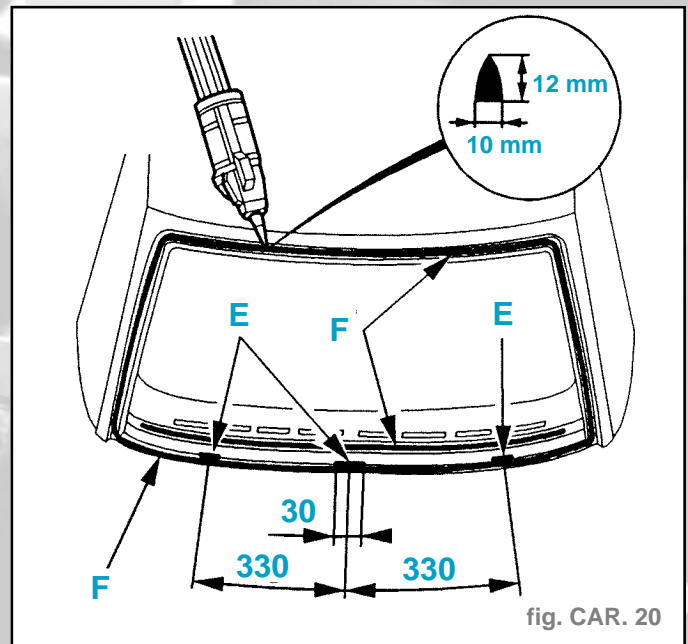

fig. CAR. 20
- Poser sur le toit rigide les cales réf. 8123.58 en (E) (fig. CAR 20).